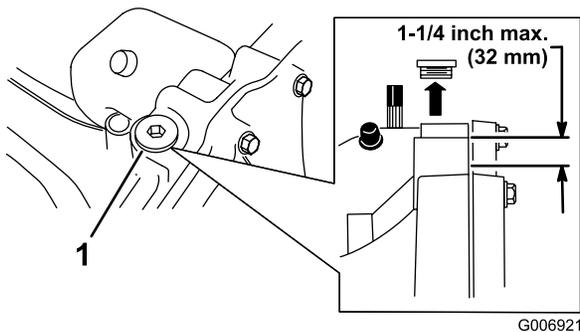

Bild 29
4. Reinigen Sie den Bereich um die Füllschraube (Bild 29), sodass kein Schmutz in den Ölbehälter fällt, wenn Sie Öl nachfüllen müssen.
Hinweis: Der Stand sollte höchstens 32 mm unter der Oberkante des Einfüllstutzens liegen (Bild 29). Füllen Sie bei Bedarf Öl nach.